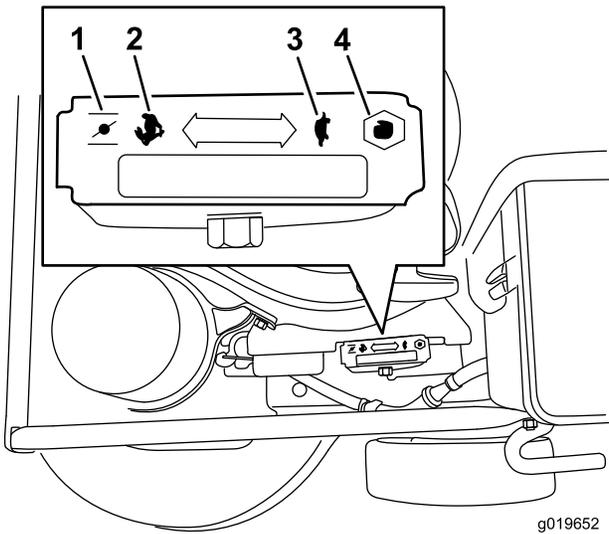

Figure 7
3. Réglez la commande d'accélérateur en position **Starter** (Figure 7).